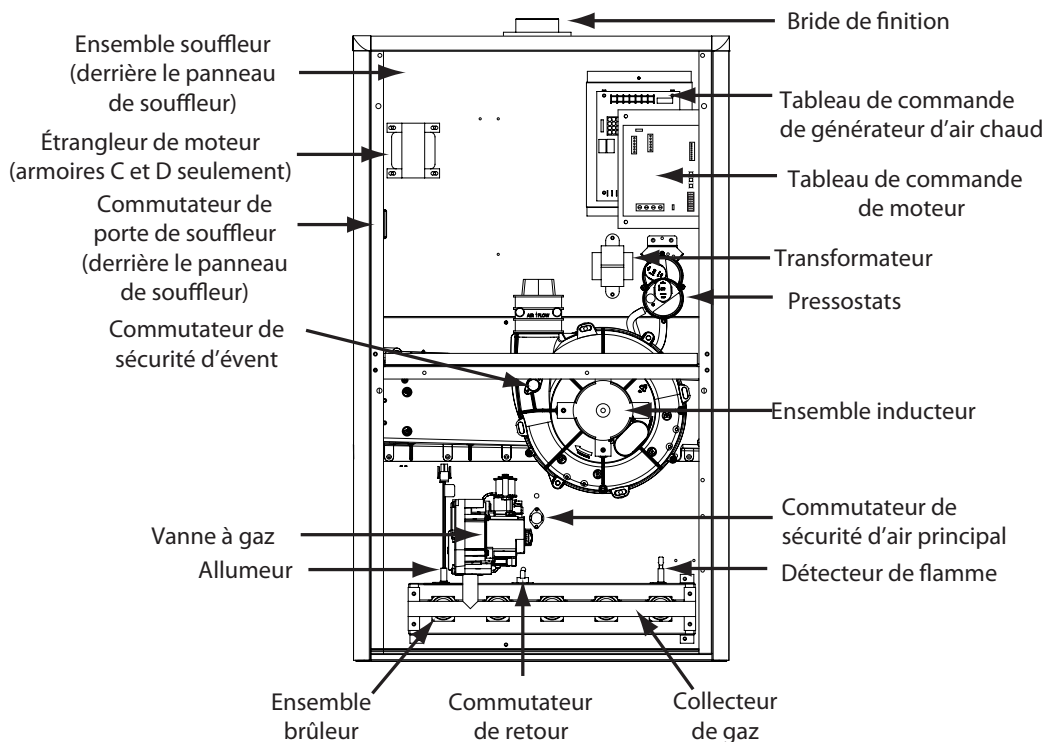

Figure 37. Emplacement des composants
- Si le souffleur d'inducteur fonctionne et que les éléments ci-dessus ont été vérifiés, vérifier le commutateur de sécurité du souffleur et le réenclencher au besoin. Consulter Figure 37 (page 44).
- Si le générateur d'air chaud ne fonctionne toujours pas, vérifier les interrupteurs de retour de flamme (Figure 37) et le réenclencher au besoin.
Les descriptions ci-dessous sont celles de différents composants fonctionnels qui ont une incidence sur le fonctionnement et l'arrêt de ce générateur d'air chaud. Certains de ces composants et leur emplacement sont montrés à la Figure 37 (page 44). S'il faut remplacer l'un des composants du générateur d'air chaud, utiliser uniquement des pièces de remplacement homologuées par le fabricant, indiquées dans la liste de pièces de remplacement fournie en ligne.